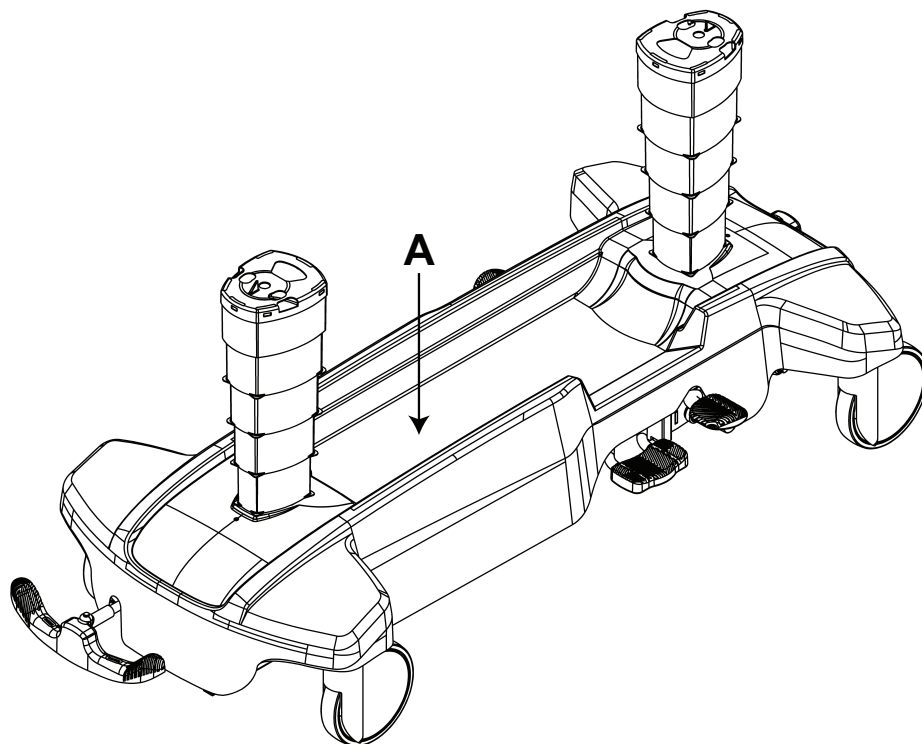

Figure 11 – Espace de rangement dans le capot de base
Il est possible de ranger les effets personnels du patient dans le capot de base (A) (Figure 11).